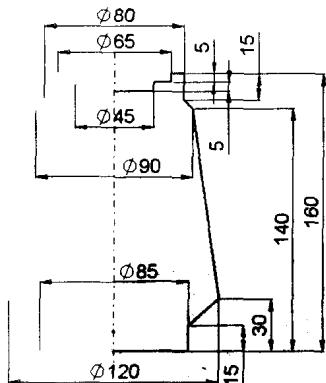

图 1.2
- 单击【草图绘制】工具栏中的【草图绘制】按钮，在默认的【前视】基准面上打开一张草图。单击【草图绘制工具】工具栏中的【中心线】按钮，画一条通过坐标原点的竖直中心线。单击【草图绘制工具】工具栏中的【直线】按钮，画图 1.2 所示的草图，单击【标注几何关系】工具栏中的【尺寸标注】按钮，标注各控制尺寸。